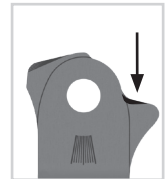

Abb. 23
- 1 Beschleifen Sie den Systemfußbügel im Bereich der Nase geringfügig (Abb. 23).